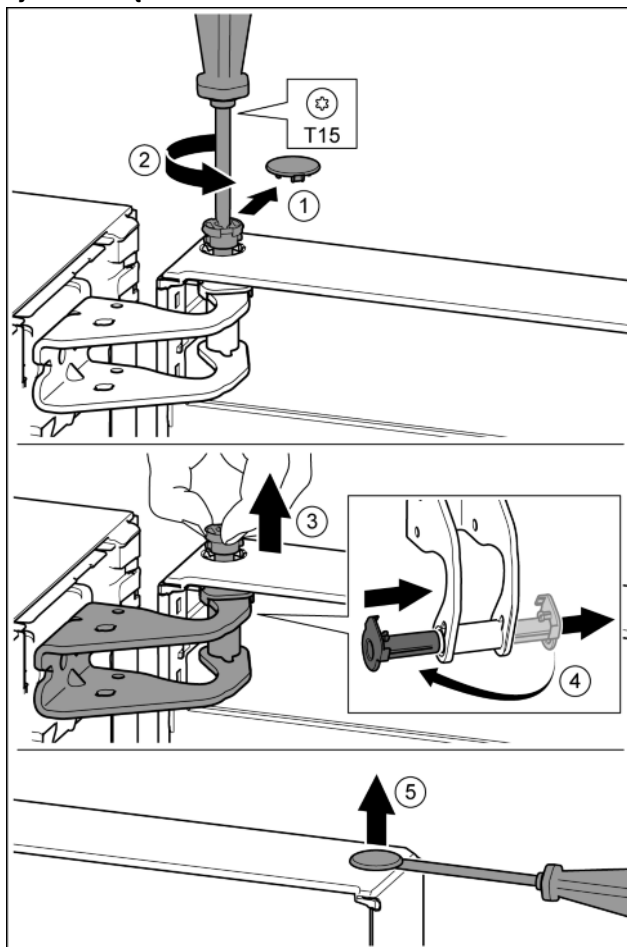

Fig. 12
- ▶ Ostrożnie zdjąć osłonę zabezpieczającą. Fig. 12 (1)
- ▶ Sworzeń wykręcić nieco przy pomocy śrubokręta T15. Fig. 12 (2)
- ▶ Przytrzymać drzwi i wyjąć sworzeń palcami. Fig. 12 (3)
- ▶ Tuleję łożyskową wyjąć z prowadnicy. Założyć z drugiej strony i założyć. Fig. 12 (4)
- ▶ Załączkę ostrożnie podważyć przy pomocy śrubokręta i wyjąć z tulei łożyskowej drzwi. Fig. 12 (5)